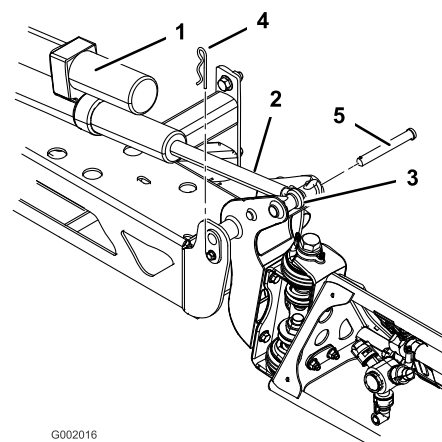

Bild 42
2. Nehmen Sie den Splint vom Gelenkstift ab (Bild 42).
3. Heben Sie das Spritzgestänge an und nehmen Sie den Stift ab (Bild 42). Senken Sie das Spritzgestänge langsam auf den Boden ab.
6. Heben Sie das Spritzgestänge an, um das Gelenk mit der Aktuatorstange auszurichten. Halten Sie das Spritzgestänge fest und stecken Sie den Stift durch das Gelenk des Spritzgestänges und die Aktuatorstange (Bild 42).